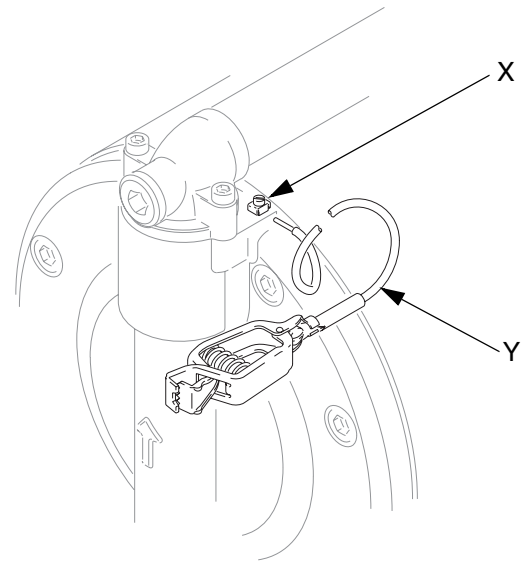

FIG. 4. De pomp aarden
- *Pomp:* gebruik een aardingsdraad en een klem. Zie FIG. 4. Draai de aardingsbout (X) los. Steek één uiteinde van een massadraad (Y) van minimaal 1,5 mm² in de aardeklem (8) van de pomp en draai de bout (X) stevig aan. Sluit het andere uiteinde van de draad aan op een goed geaarde massa. Heeft u geen aardingsdraad en klem, bestel dan onderdeelnr. 238909.